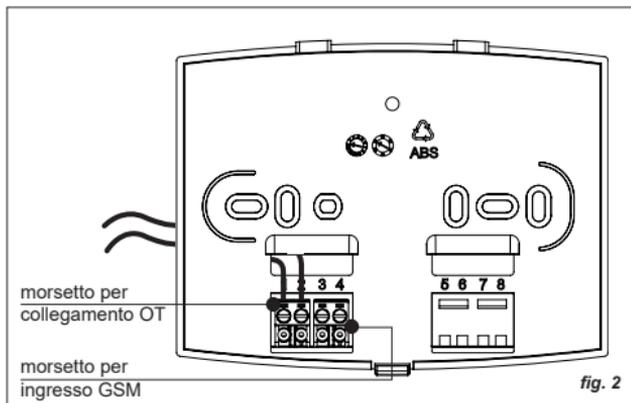

fig. 2
3. Collegare il comando remoto all'UC utilizzando un cavo **schermato** 2x0.75 mm2 (min. 0.5 mm2) di lunghezza massima 50m, preferibilmente in canalina dedicata (fig. 2). *Collegamento non polarizzato.*